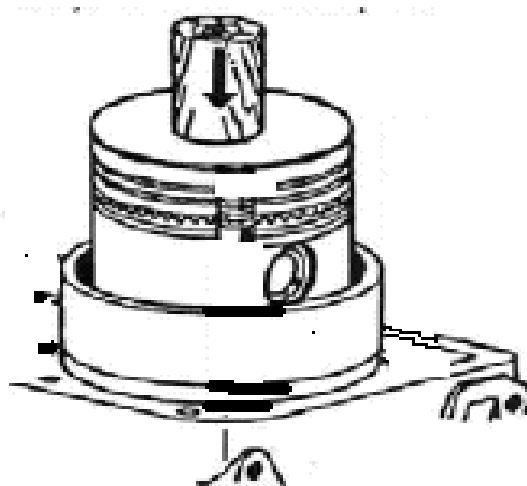

Рис.119. Установка поршня с кольцами в цилиндр
– с помощью специальной оправки с внутренней конусной поверхностью сжать кольца и вставить поршень в цилиндр (рис.119).